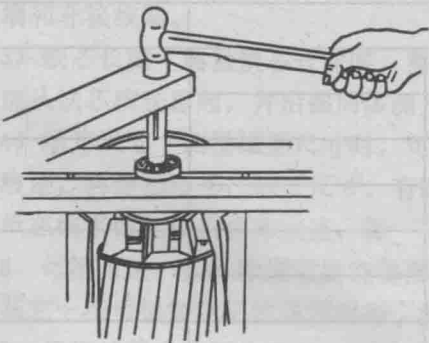

图 1-9 搁在圆筒上拆卸轴承
3) 搁在圆筒上拆卸 在轴承的内圈下面用两块铁板夹住, 铁板用能容纳转子的圆筒支住, 再在轴的端面上垫上厚木板或铜板, 用榔头敲打取下轴承, 如图1-9所示。敲打时着力点应对准轴的中心, 用力不可偏歪, 也不宜过猛。圆筒内要放一些柔软的东西, 以防轴承脱下时摔坏转子和转轴。当敲至轴承逐渐松动时, 用力应减弱。若有压床, 也可在压床上把轴承压卸下来。